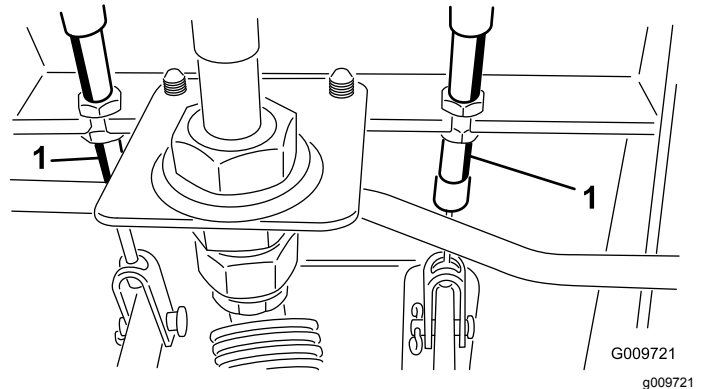

Bild 111
- A. Lockern Sie die vordere Mutter an der Gewindeseite des Bremszuges (**Bild 111**).